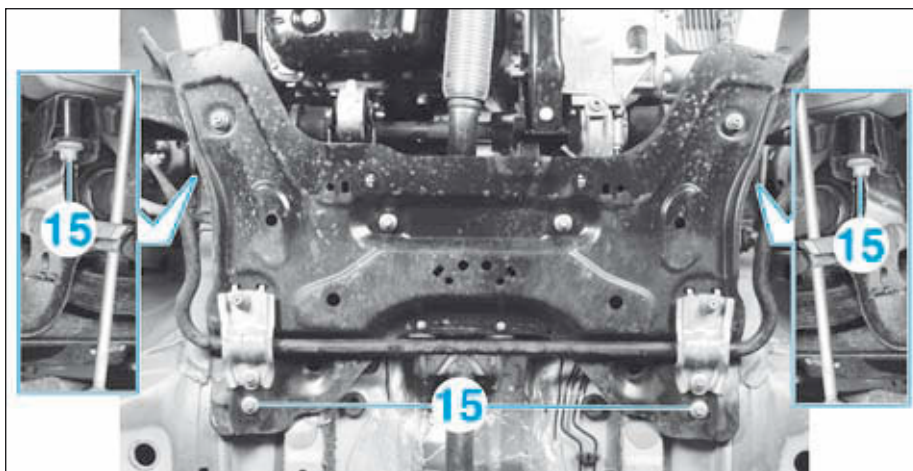

FIG.45
- Déposer les vis (15) et descendre le berceau de quelques centimètres (Fig.45).